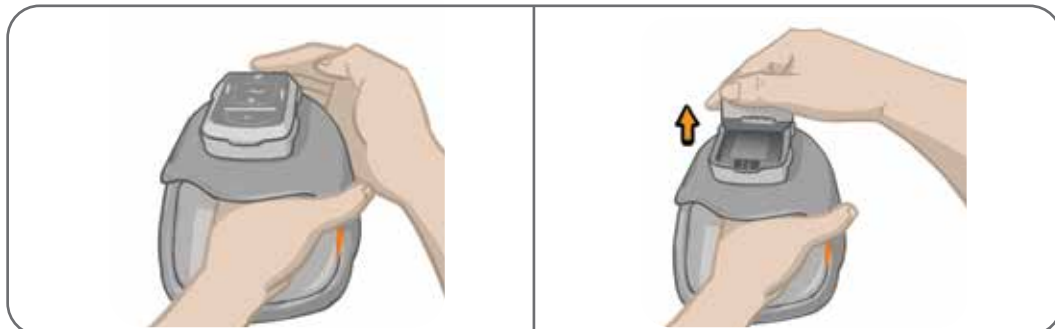

Abbildung 8-10: Abnehmen des Stimulators
2. Ziehen Sie das Oberteil des Stimulators von der Halterung weg. Siehe Abbildung 8-10.